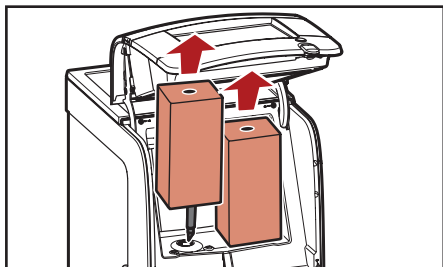

Fig. 5.8 - Fjern pakker
3. Fjern produktpakkene (fig. 5.8.)